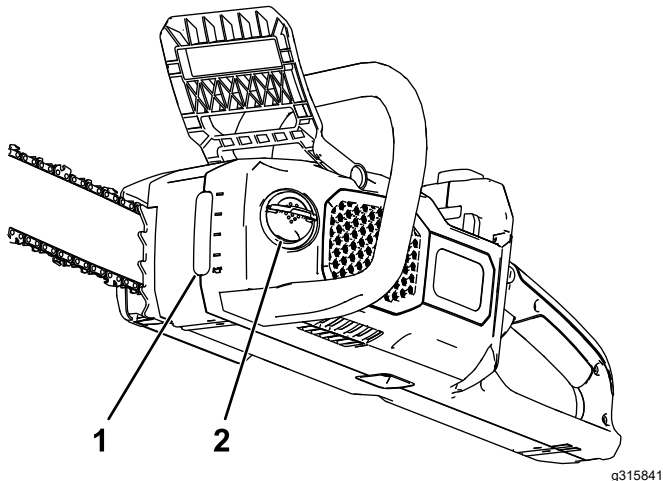

Figura 24
2. Verifique o nível de óleo na janela. Se o óleo não encher a janela, adicione óleo da barra e corrente como necessário (Figura 24).
4. Limpe a zona em torno da tampa do óleo (Figura 24).
5. Desdobre a patilha da porca de orelhas na tampa do óleo, retire a tampa e despeje óleo da barra e corrente para a motosserra até encher o depósito (Figura 24).